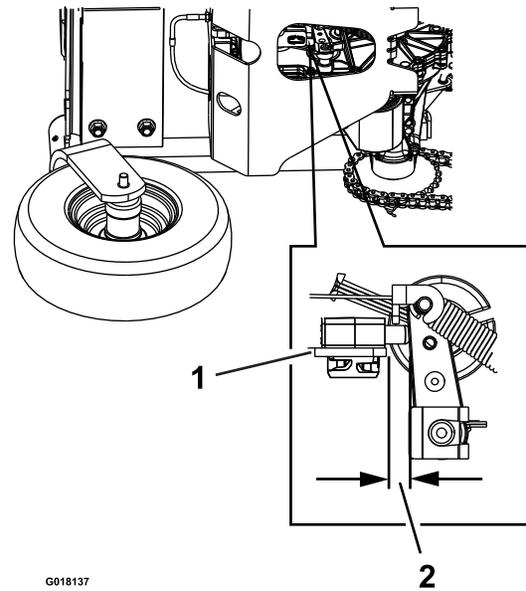

Figura 19
5. Compruebe la distancia entre el soporte del interruptor del freno de estacionamiento y el soporte del brazo del freno hidrostático. La distancia debe ser de 3.2 mm (1/8 pulgada). Ver Figura 19.